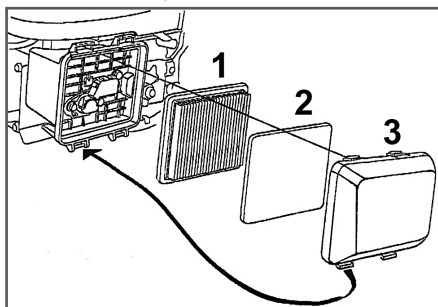

Рис. 16 Конструкция воздушного фильтра
1. Нажмите на фиксаторы и снимите крышку воздушного фильтра (Рис. 16 п. 3).
2. Извлеките из крышки воздушного фильтра предварительный фильтрующий элемент (Рис. 16 п. 2).
3. Извлеките основной фильтрующий элемент (Рис. 16 п. 1).
Основной (бумажный) фильтрующий элемент (Рис. 16 п. 1) не подлежит очистке, необходима его замена. Эксплуатация двигателя с грязными или поврежденными фильтрующими элементами или без фильтрующих элементов приведет к попаданию грязи и пыли в карбюратор и двигатель, что в свою очередь, станет причиной его быстрого износа. Двигатель в этом случае не подлежит ремонту по гарантии.